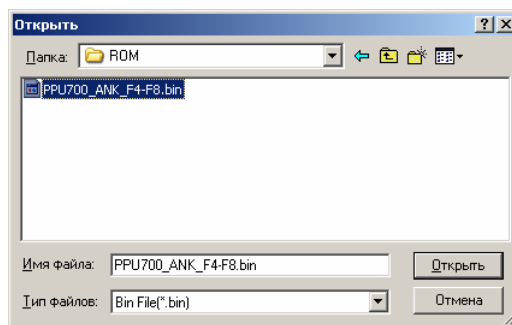

Рисунок 8 – Диалог выбора файла прошивки.
2.12. Нажмите кнопку «**Browse**», в отобразившемся диалоге укажите путь к файлу прошивки (см. рис. 8).